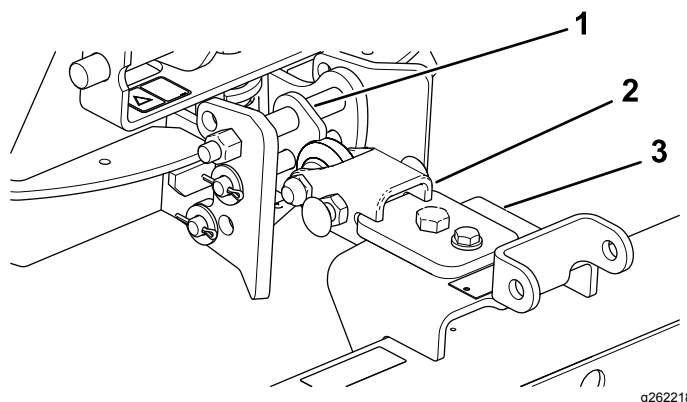

图11
1. 安装挂钩组件使斜面处于顶部图11。
2. 将牵引杆安装到吊架组件的顶面图11。